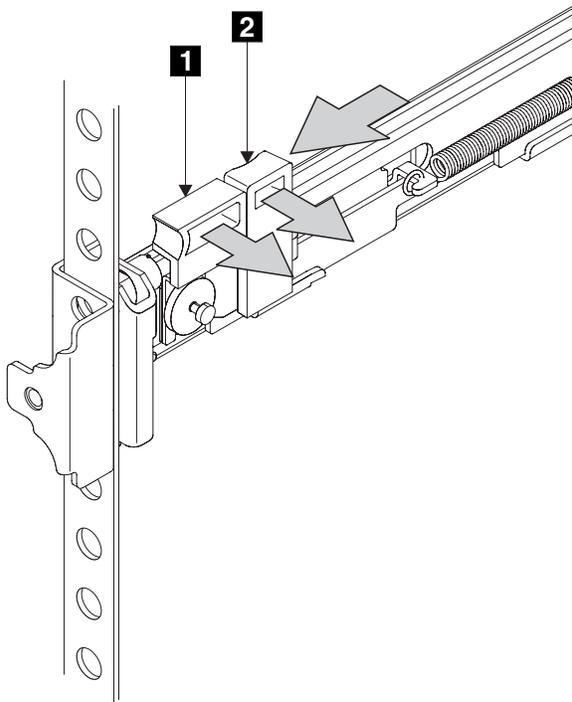

図47. ラッチ・ロック・キャリア・アセンブリーを閉じる
8. ラッチ・ロック **2** (76 ページの図 47) をレールから押し出して、キャリアを解放します。ラッチ・ロック・キャリアがラックの前方向にスライドし、位置決めピンが、前部フランジの穴と前部レール・ブラケットの穴を通して突き出ます。